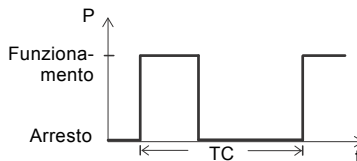

Fig. 9 Funzionamento S3
Il funzionamento S3 è una serie di cicli di lavoro identici (TC), ciascuno con un carico costante per un periodo, seguito da un periodo di riposo. L'equilibrio termico non viene raggiunto durante il ciclo. Vedi fig. 9.